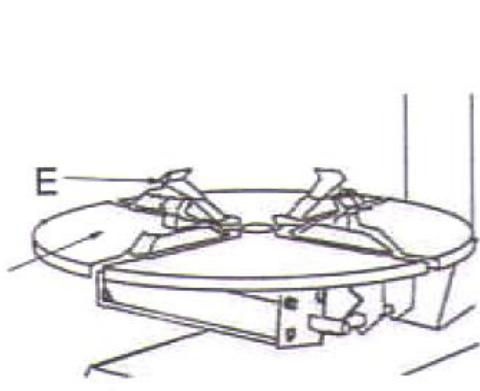

Рис. 7
- а. Очистить поворотный стол с помощью дизельного топлива во избежание появления грязи, смазать подвижные направляющие кулачковых зажимов (рис. 7).